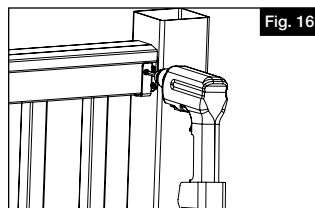

Fig. 16
- b. Con una broca de $\frac{1}{8}$ ", taladre el travesaño superior en las dos ubicaciones del soporte metálico. Instale tornillos #10 de 1" en los agujeros taladrados de cada uno de los soportes metálicos (Fig. 16).